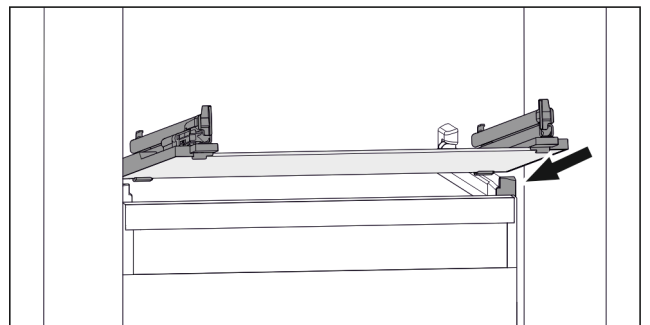

Fig. 98 Beispielhafte Darstellung der Glasplatte
- ▶ Glasplatte schräg hinter den Stopperrn aufsetzen. (zie Fig. 98)